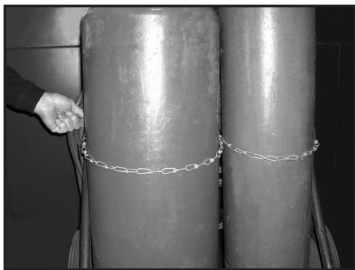

Figure 1
1. Placer la bouteille là où elle sera utilisée. La garder en position verticale. La bloquer sur un chariot, un mur, un établi, un poteau, etc. (Voir la figure 1).